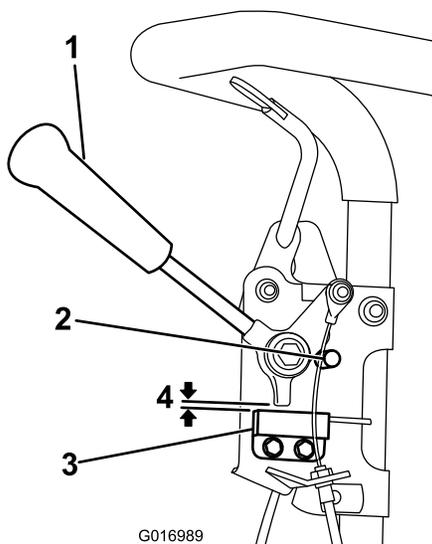

Figura 33
1. Verificate che il motore sia spento e la leva di trazione disinnestata e appoggiata sul fermo in folle (Figura 33).
2. Allentate i dispositivi di fissaggio del microinterruttore (Figura 33).
3. Inserite uno spessore di 0,08 cm fra la leva di trazione ed il microinterruttore (Figura 33).